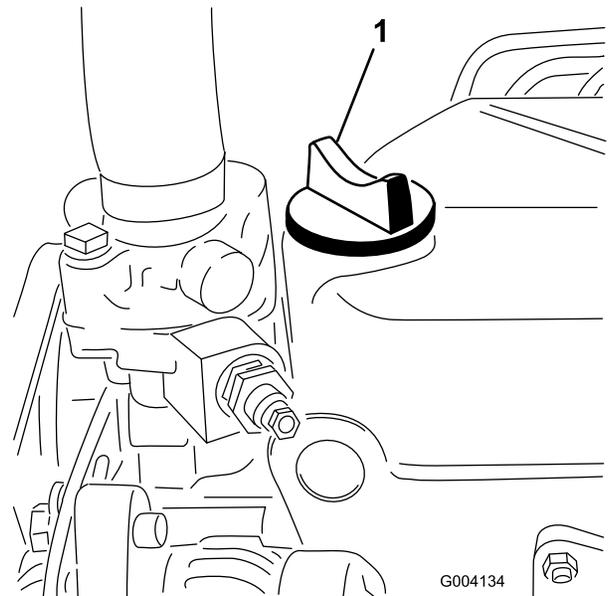

Figura 32
5. Si el nivel de aceite está por debajo de la marca Lleno, retire el tapón de llenado (Figura 32) y añada aceite hasta que el nivel llegue a la marca Lleno.